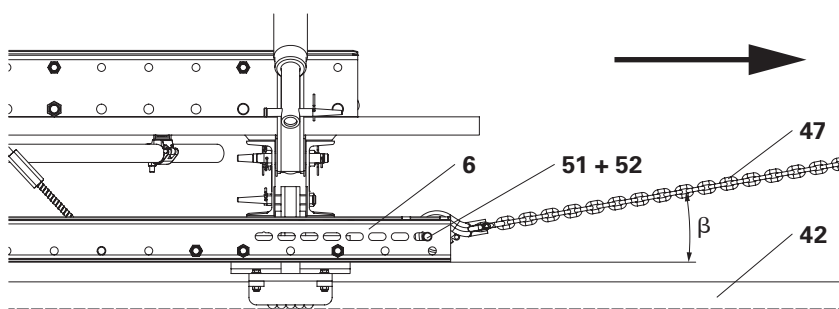

Fig. D4.01
- (Fig. D4.01)
(Fig. D4.01 + D4.02)